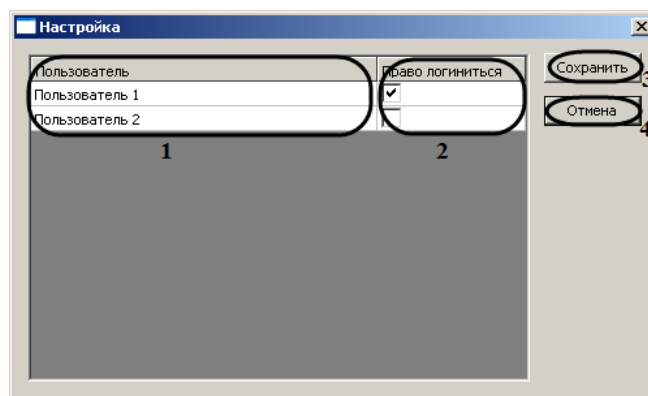

Рис. 3.3—6 Настройка прав доступа
Примечание. В столбце **Пользователь** отображается список пользователей, созданных в программном комплексе ACFA Intellect (см. Рис. 3.3—6, 1).
3. Для назначения определенных прав доступа пользователям необходимо установить флажок в соответствующей ячейке столбца **Право логиниться** (см. Рис. 3.3—6, 2).